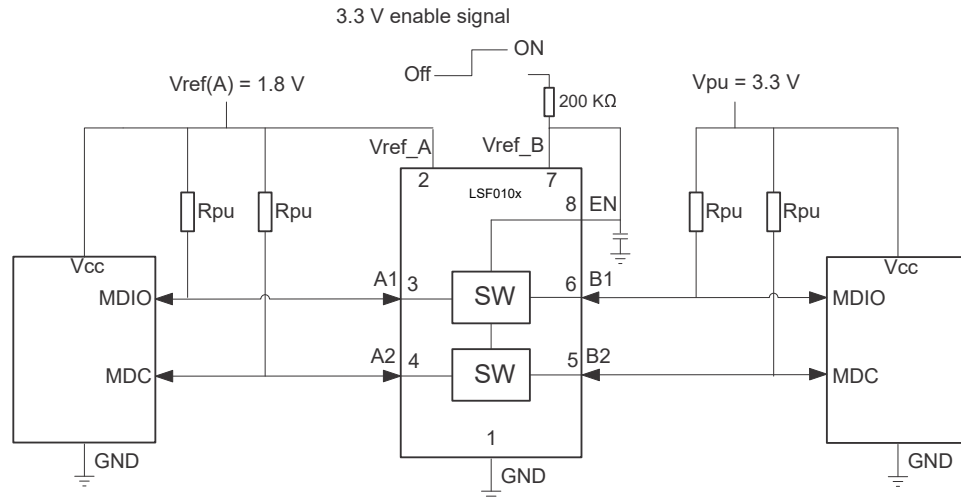

図 9-1. オープン・ドレイン変換の代表的なアプリケーション回路 (例として MDIO を使用)
- VCCB/VCCA は Vref\_B または Vref\_A と同じではありません。VCCB は LSF デバイスに供給される B 側の電源電圧を表し、Vref\_B は 200kΩ 抵抗の反対側にある Vref\_B ピン (図 9-1 のピン 7) の電圧を表します。